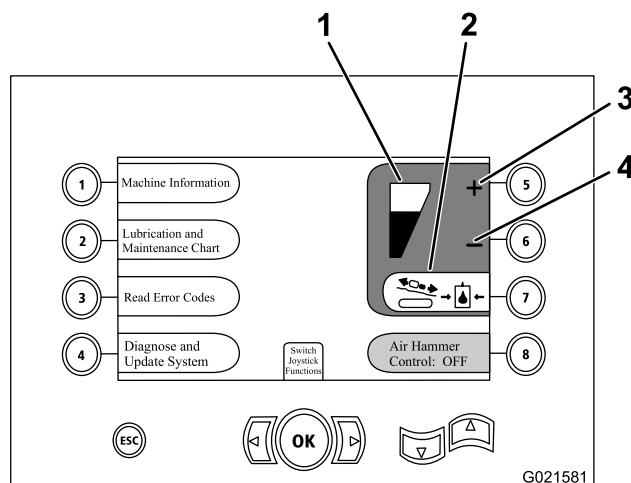

Figure 71
- Appuyez sur le bouton 5 sur l'écran pour réduire la pression du chariot (Figure 71).
- Appuyez sur le bouton 6 sur l'écran pour augmenter la pression du chariot (Figure 71).
Remarque: L'indicateur de pression (Figure 71) monte ou descend selon que vous augmentez ou réduisez la pression du chariot.
2. Augmentez ou réduisez la pression du chariot comme suit : (Figure 71).